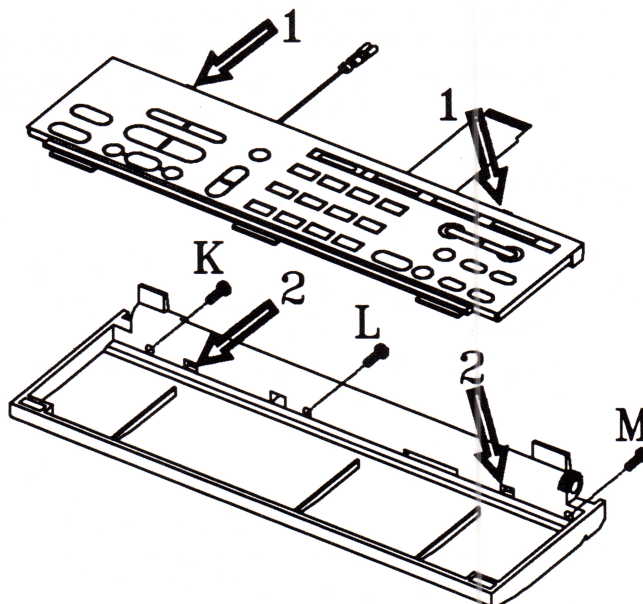

Fig. 4
- De schroeven K, L en M eruitschroeven (zie afb. 4).
- De hoeveelheid soldeer moet in verhouding zijn met de grootte van het soldeervlak. Bij een te grote hoeveelheid kan de SMD scheuren of de soldeervlakken kunnen van de print los getrokken worden (zie Fig. 4).